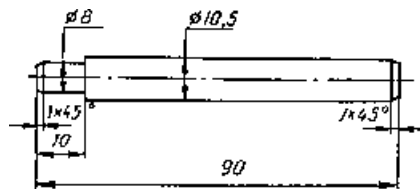

Рис. 2.15. Оправка для выпрессовки штифтов картера
3. С помощью оправки (рис. 2.15) выбить два установочных штифта.